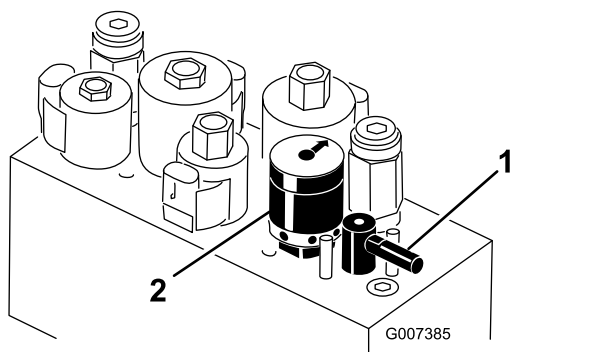

Figura 58
5. Rode a alavanca de retificação para a posição "R" (Figura 58).
6. Rode o controlo da velocidade dos cilindros para a posição 1 (Figura 58).